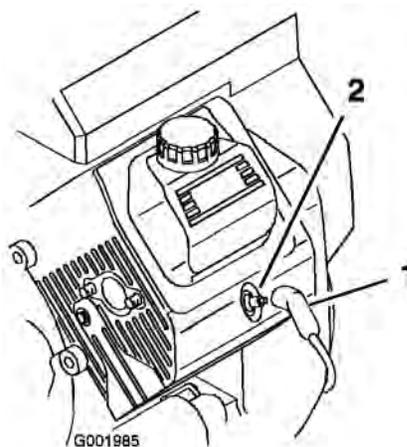

Figura 47
3. Puxe os cabos das velas (Figura 47).
3. Coloque os cabos nas velas de ignição (Figura 47).